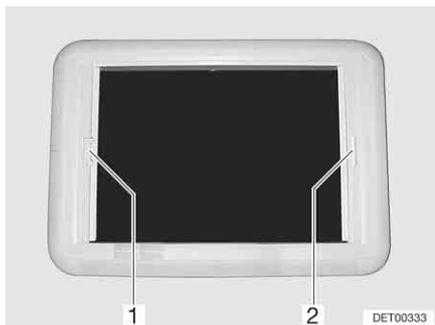

Fig. 67 Oblò Heki, bloccaggio tenda a rullo
- Tirare l'oscurante a rullo per la maniglia (Fig. 67,2) verso la maniglia contrapposta della zanzariera a rullo (Fig. 67,1) e farlo innestare.
- Con l'altra mano premere il listello di sblocco in direzione dell'impugnatura tenendo l'impugnatura della zanzariera a rullo (Fig. 67,1). Il bloccaggio si sblocca.
- Tirare la zanzariera a rullo per la maniglia (Fig. 67,1) verso la maniglia contrapposta dell'oscurante a rullo (Fig. 67,2) e farla innestare.
- Tenere ferma la zanzariera a rullo (Fig. 67,1) con l'impugnatura e premere il listello di sblocco in direzione dell'impugnatura. Il bloccaggio si sblocca.